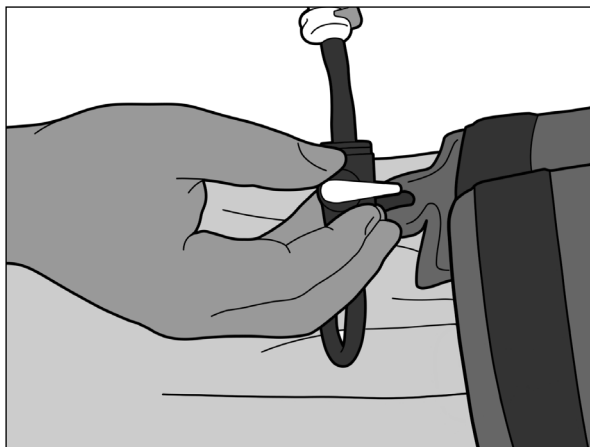

Fig. 17
4. Chiudere la valvola ruotando la valvola di arresto perpendicolarmente al tubo. Attendere 2 minuti (Fig. 17).
7. Chiudere la valvola ruotando la valvola di arresto perpendicolarmente al tubo (Fig. 17).